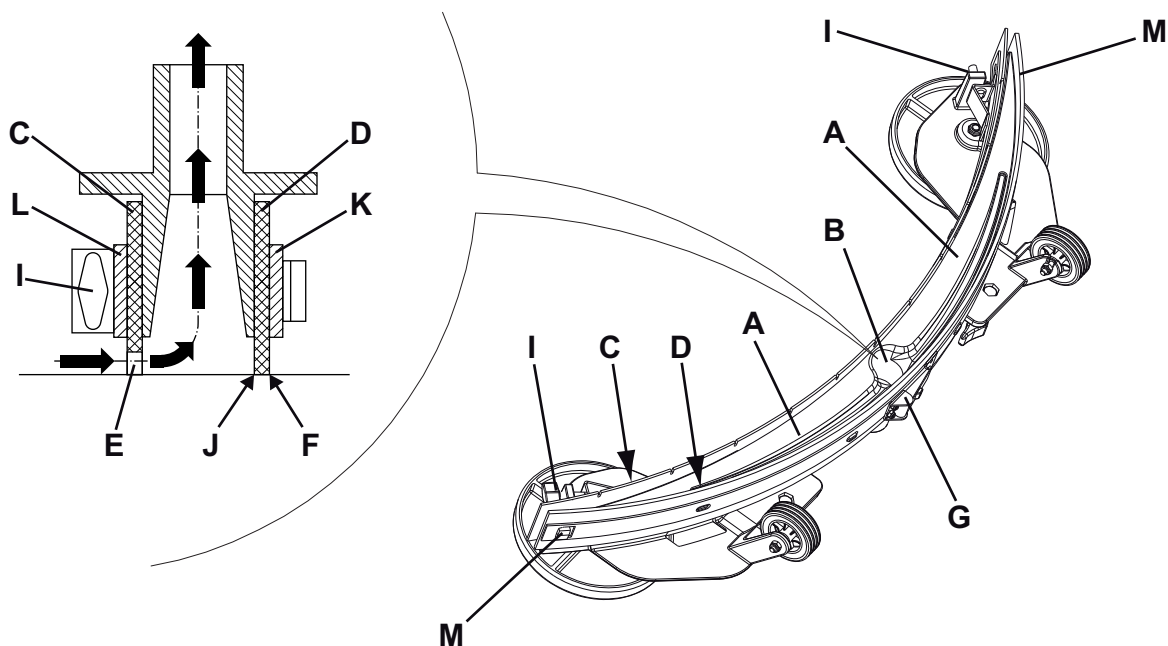

Рис. 5
2. Поверните ключ зажигания (80) в положение «0».
3. Опустите швабру (25) с помощью рычага (10).
4. Ослабьте маховики (26) и снимите швабру (25).
5. Отсоедините вакуумный шланг (15) от швабры.
6. Вымойте и очистите швабру (рис. 5). Очистьте отсеки (А, Рис. 5) и особенно отверстие (В). Проверьте передний скребок (С) и задний скребок (D) на предмет их целостности, отсутствия порезов и разрывов; в случае необходимости замените их (см. порядок действий в следующем разделе).
1. Очистите швабру (рис. 5) как описано в предыдущем абзаце.
2. Проверьте, что кромки (Е) переднего скребка (С) и кромки (F) заднего скребка (D) установлены на одном и том же уровне по всей длине; иначе отрегулируйте их высоту следующим образом:
- Освободите соединительную тягу (G) и освободите фиксаторы (M) для регулировки заднего скребка (D); затем зацепите фиксаторы и зацепите соединительную тягу.
- Ослабьте маховики (I) и отрегулируйте передний скребок (C); затем затяните маховики.
3. Проверьте передний (C) и задний скребки (D) на целостность, наличие порезов и разрывов; если необходимо замените их, как показано ниже. Проверьте, не изношен ли передний угол (J) заднего скребка; в случае необходимости переверните скребок, чтобы поменять местами изношенный угол с целым. Если и другие углы изношены, замените скребок в следующем порядке:
- Освободите соединительную тягу (G), отцепите фиксатор (M) и снимите фиксирующую полосу (K) и замените/переверните задний скребок (D). Установите скребок, действуя в обратной последовательности.
- Отвинтите маховики (I) и снимите стопорную планку (L), затем замените передний скребок (C). Установите скребок, действуя в обратной последовательности.